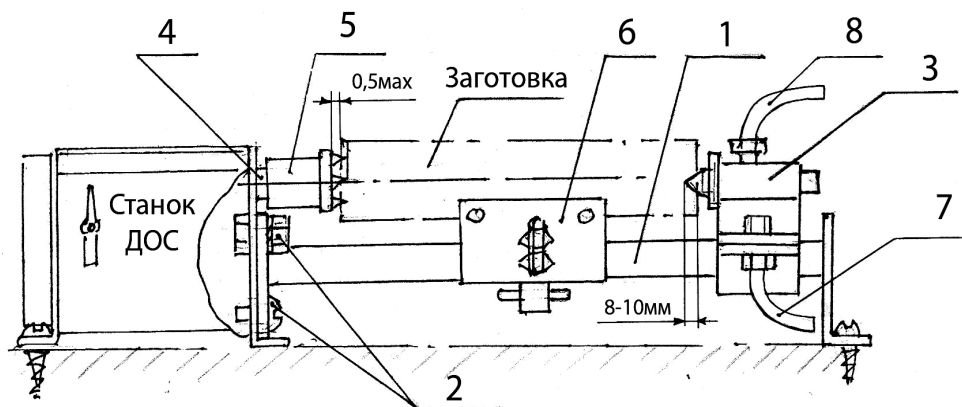

Рис. 12.
4.8. Токарные операции (см. Рис.12 и Схему установки токарной приставки ТП-5, ТП-6 к станкам типа ДОС).
- Установить токарную приставку (1), закрепив ее болтами (2) к боковым угольникам (или стенке) корпуса станка и выдерживая соосность «вал (4) - задний центр (3)»;
- Навернуть на вал (4) поводковый патрон (5) до упора. Зажать заготовку между поводковым патроном (5) и задним центром (3), надежно сцентрировав ее;
- Установить подвижный суппорт (6) в нужное положение;
- Опирая режущий инструмент о площадку суппорта (6) производить точение.